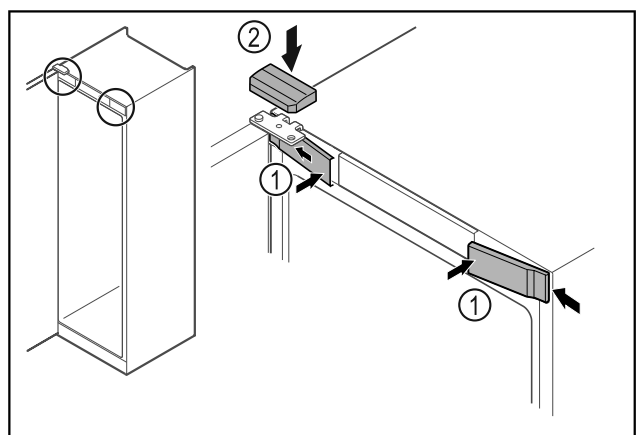

Fig. 49 *
- Bočno zakvačite prednje poklopce Fig. 49 (1) i uglavite ih.*
- Uglavite gornji poklopac Fig. 49 (2) odozgo.*